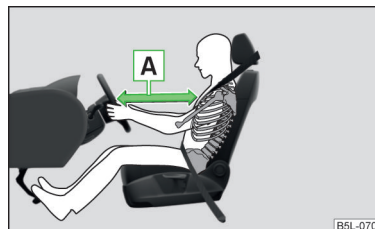

Fig. 22
- È importante che il conducente e il passeggero mantengano una distanza di almeno 25 cm rispettivamente dal volante e dalla plancia » fig. 22 - **A**. Se non si rispetta questa distanza, il sistema airbag non può proteggere - pericolo di morte! I sedili anteriori e i poggiatesta devono sempre essere regolati in funzione della statura degli occupanti.